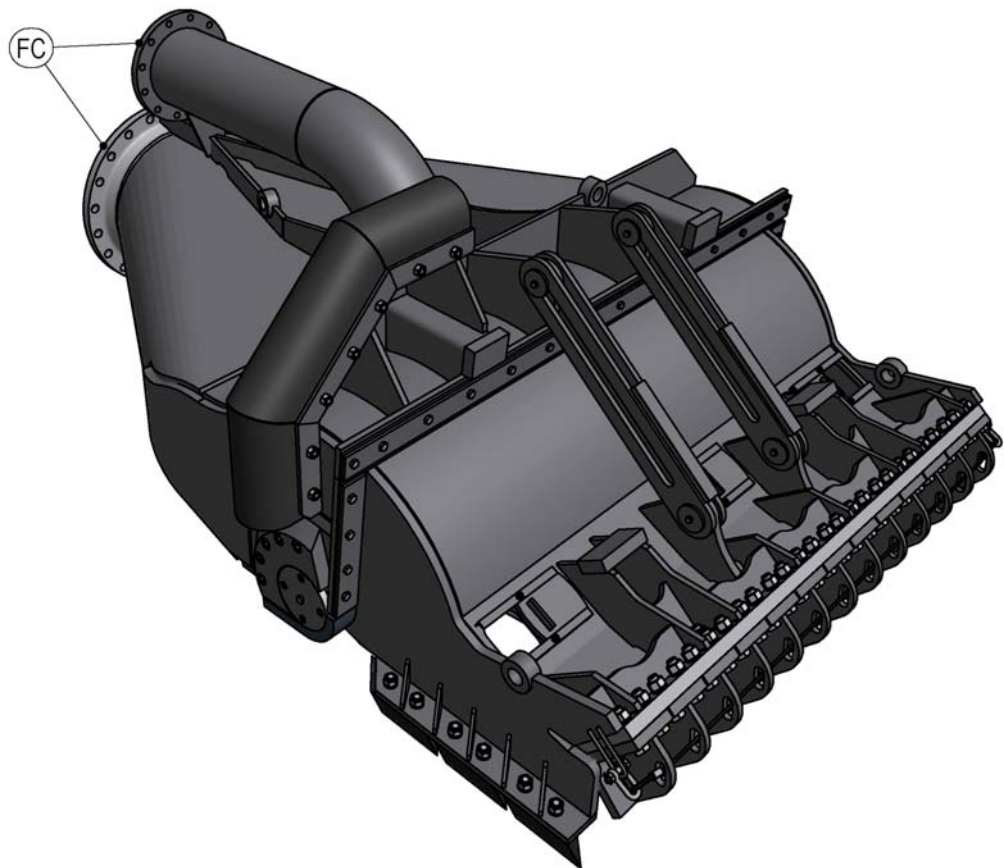

Figure 11 Remplacement de la tête de dragage
1. Vérifiez que la visière est en position (horizontale) inférieure (voir Figure 11).